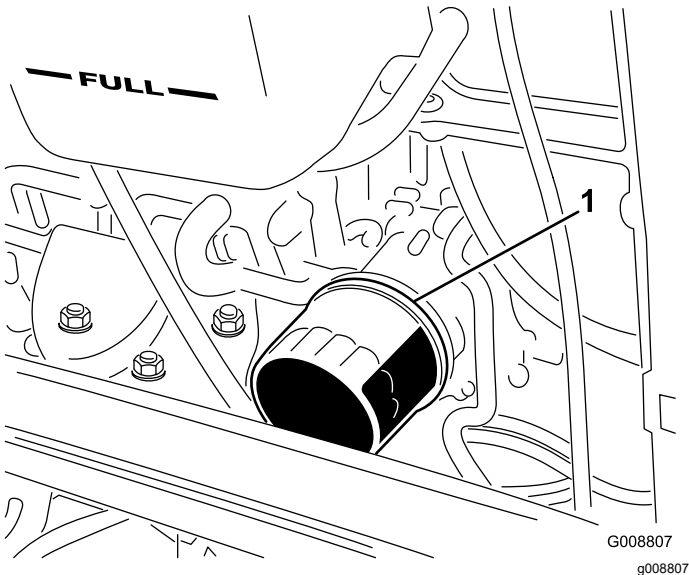

図 53
2. オイルフィルタ図 53 を外す。新しいフィルタのシールに薄くエンジンオイルを塗って取り付け。締めすぎないように注意すること。